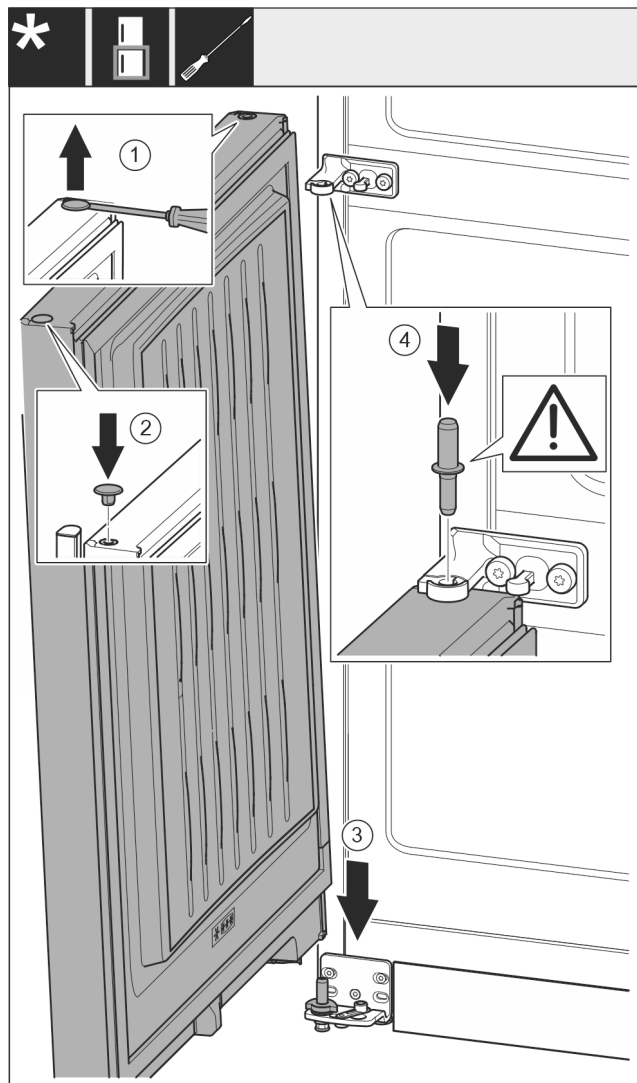

Fig. 18
- ▶ Zatyczkę ostrożnie podważyć przy pomocy śrubokręta i wyjąć. Fig. 18 (1)
- ▶ Zatyczkę założyć ponownie z drugiej strony drzwi. Fig. 18 (2)
- ▶ Założyć drzwi od góry na dolny sworzeń zawiasu. Fig. 18 (3)
- ▶ Przełożyć środkowy sworzeń zawiasu przez środkową płytkę zawiasu, wkładając go w dolne drzwi. Przy tym zwrócić uwagę, by krzywka zatrzaskowa wskazywała do tyłu. Fig. 18 (4)